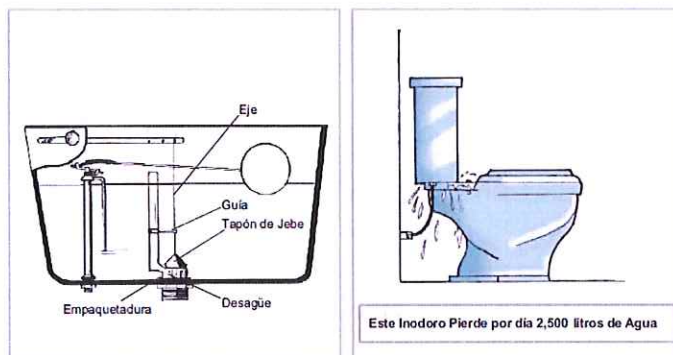

Fig. 9
1. Examine la empaquetadura de asiento y revise la guía para que ella se deslice rápidamente por el tapón de jebe y descanse normalmente sobre la boca del desagüe cada vez que se descargue el tanque (Fig. 9).